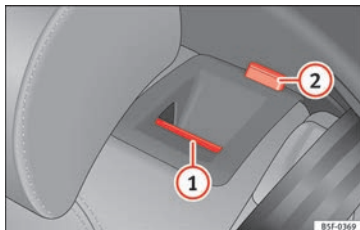

Fig. 152 Dans le dossier de la banquette arrière : touche de déverrouillage ① ; repère rouge ②.
- Tirez la touche de déverrouillage » fig. 152 ① vers l'avant et, en même temps, rabaissez le dossier.
- Le dossier arrière est débloqué quand le repère rouge est visible sur la touche ②.
Le dossier arrière est débloqué quand le repère rouge est visible sur la touche » fig. 152 ②.